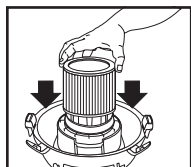

FIGURA 19
39. Con la tapa del depósito en posición invertida, deslice el filtro de cartucho hacia abajo sobre el alojamiento de la tapa, empujando hasta que el filtro se selle contra la tapa. **FIGURA 19.**